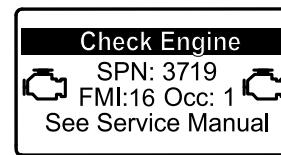

Bild 27
- Wenn eine geparkte Regenerierung erforderlich ist, wird im InfoCenter die Motorwarnung SPN 3719, FMI 16 (Bild 27) angezeigt, und der Computer verringert die Motorleistung auf 85 %.